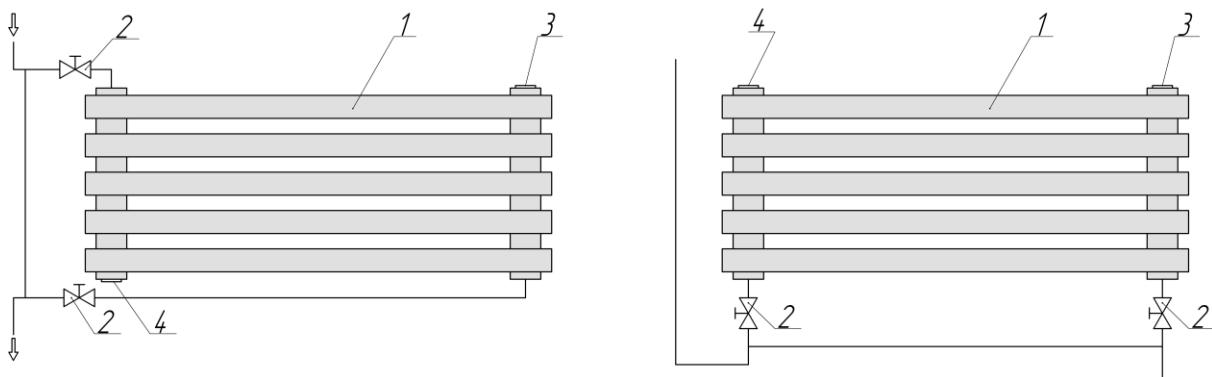
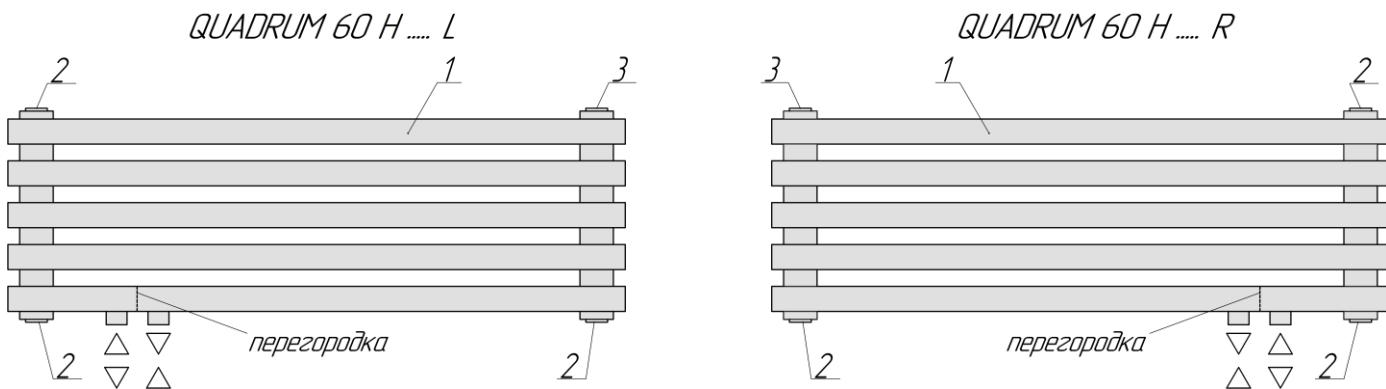

Рис.2 1. Радиатор. 2. Вентиль (кран). 3. Кран-воздухоотводчик. 4. Пробка глухая.
Рис. 4 1. Радиатор. 2. Пробка глухая. 3. Кран-воздухоотводчик.
2.2. Радиаторы «QUADRUM 60 Н» выпускаются с разнесенным (седлообразным) нижним или диагональным подключением (рис.2, 3), либо (для моделей «QUADRUM 60 Н ...R...» и «QUADRUM 60 Н ...L...») с правосторонним или левосторонним нижним подключением с межосевым расстоянием 50мм (рис.4).